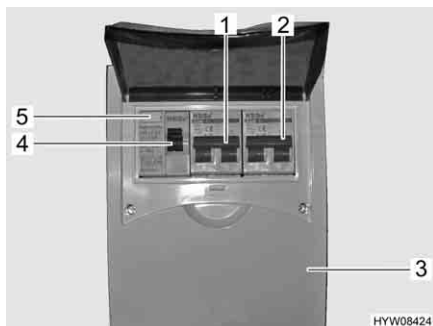

Fig. 68 Scatola dei fusibili a 230 V con interruttore di sicurezza e interruttore automatico FI
Un interruttore di sicurezza per correnti di guasto (interruttore automatico FI) (Fig. 68,4) nella scatola dei fusibili (Fig. 68,3) protegge l'intero veicolo da correnti di guasto (0,03 A).
L'interruttore di sicurezza collegato in serie (10 A) (Fig. 68,1) protegge le prese da 230 V, l'apparecchio per l'alimentazione elettrica, il caricabatteria supplementare e il frigorifero.
Per veicoli con accessori opzionali, p. es. l'impianto di climatizzazione, un ulteriore interruttore di sicurezza (16 A) (Fig. 68,2) protegge l'apparecchio.
- Se il veicolo è collegato all'alimentazione a 230 V, premere il tasto di controllo (Fig. 68,5). L'interruttore di sicurezza per correnti di guasto (FI) deve scattare.